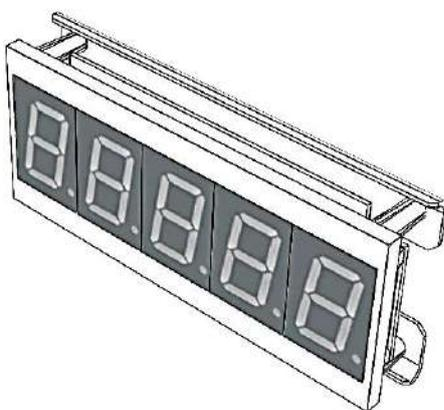
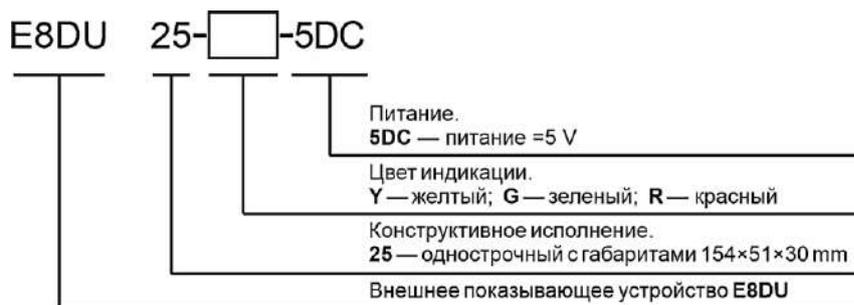

Рисунок 3 – Внешний вид внешнего однострочного показывающего устройства Е8DU 25
Рисунок 4 – Схема условного обозначения внешнего однострочного показывающего устройства Е8DU 25
2.2.1 При необходимости подключения внешнего однострочного показывающего устройства Е8DU 25 (рис. 3) к порту RS-485, следует выбрать его характеристики в соответствии с кодом условного обозначения (рис. 4).